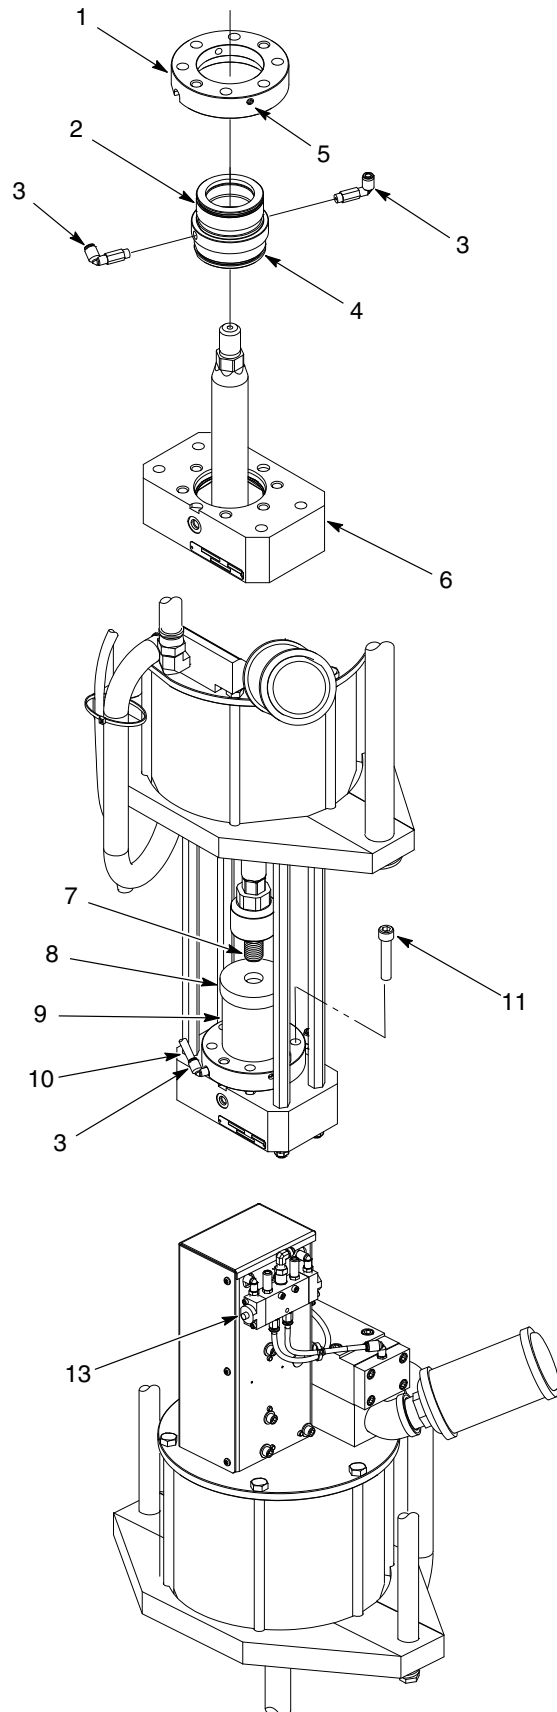

Abb. 2 Dichtpackung installieren
AUS	1. Siehe Abb. 2. Oberen Bund (1) reinigen. 2. Die Verschraubungen (3) in der Dichtpackung (2) installieren und gut festziehen. 3. O-Ring (2) der Dichtpackung, Innenseite der Packungsdichtungen und Buchsenbereich mit Schmiermittel Mobil SHC 634 schmieren. 4. Den oberen Bund (1) auf der Dichtpackung (4) installieren. Gewindestifte (5) anziehen, bis sie Kontakt mit der Dichtpackung haben. Nicht zu fest anziehen. 5. Dichtpackungsbaugruppe im Pumpengehäuse (6) installieren. 6. Den Spülkammerbecher (9) auf der Dichtpackungsbaugruppe installieren. 7. Das Dichtpackungs-Einsteckwerkzeug (8) auf den Spülkammerbecher (9) setzen.